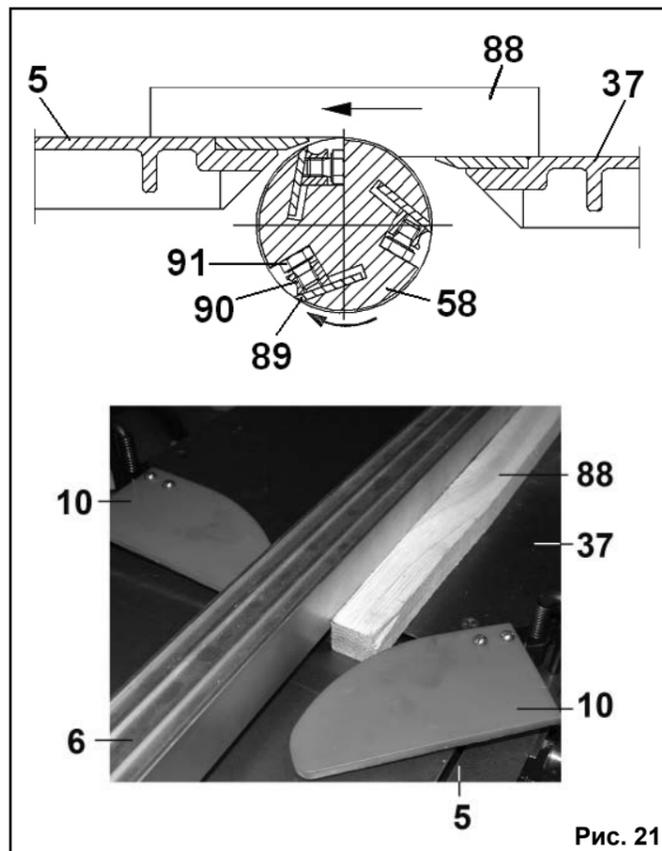

Рис. 21
9.4.1. Выборка четверти выполняется с левой или с правой стороны приёмного стола (5), для чего, соответственно, установите три строгальных ножа (89) в торце рабочего вала (58) строго в одной плоскости так, чтобы они выступали за торцевую плоскость рабочего вала (58), но не более чем на 0.05мм, Рис. 21, 25.